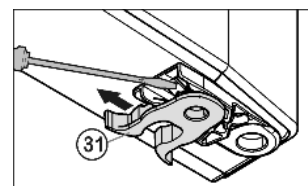

Fig. 6
- Prestavljanje vzmetne sponke Fig. 6 (31): Zaskočni zapah potisnite navzdol in vzmetno sponko povlecite čez.